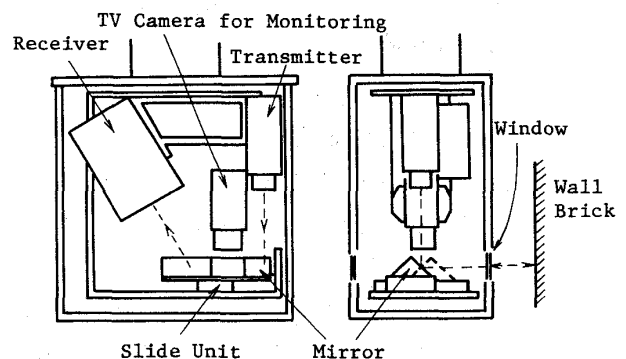

Fig.1 Measurement of Chamber Width
- (1) 炉上の装炭口から測定ヘッドを先端に有する水冷ランスを炉内に入れる。
- (2) 測定ヘッド内に光三角法の距離計を内蔵し、三角ミラーを介して壁面までの距離を測定する。三角ミラーを動かして得た両側までの距離の合計値として、窯幅を求める。(Fig. 1)